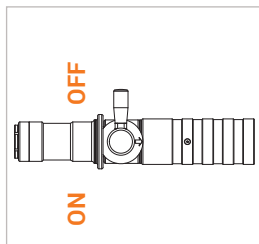

Figure 2
- ▶ Débranchez le nozzle de ravitaillement du distributeur. Le levier de commande (pos. 3) doit être en position OFF (Figure 2).